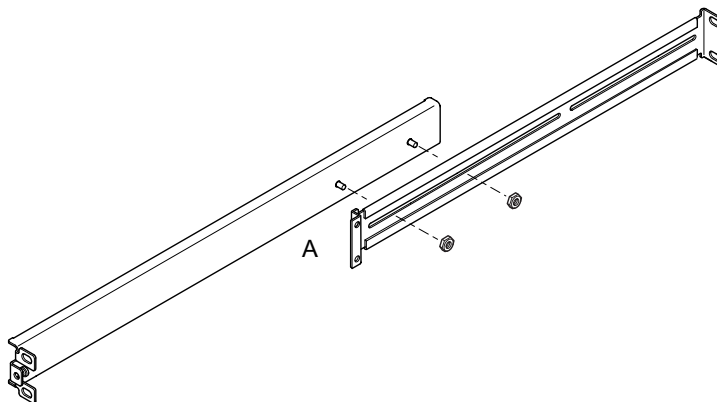

FIGURA 2-3 Posizionamento delle guide di montaggio in un rack standard da 19 pollici di larghezza
- Per un rack standard da 19 pollici, la linguetta biangolare (A) deve trovarsi nella parte anteriore (vedere FIGURA 2-3).